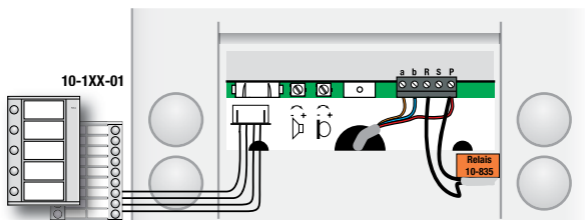

Abb. 3: Anschlussklemmen und Lautstärkeregelung
Kabel (mindestens ein Leitungspaar) durch die dafür vorgesehene, an der Rückseite der Audio-Außensprechstelle befindliche Öffnung einführen. Audio-Außensprechstelle auf einer Höhe von 140 bis 150 cm montieren. Hierfür die dafür bestimmten Montagelöcher verwenden. Bei einem 3-Drahtanschluss die drei Leitungsdrähte des Kabels an die Klemmen a, b und P der Audio-Außensprechstelle anschließen (Abb. 3).
**Optional** können Sie an der Audio-Außensprechstelle ein zusätzliches Türöffnerrelais (10-835) anschließen. Verwenden Sie hierfür die Klemmen P und R (Abb. 3).